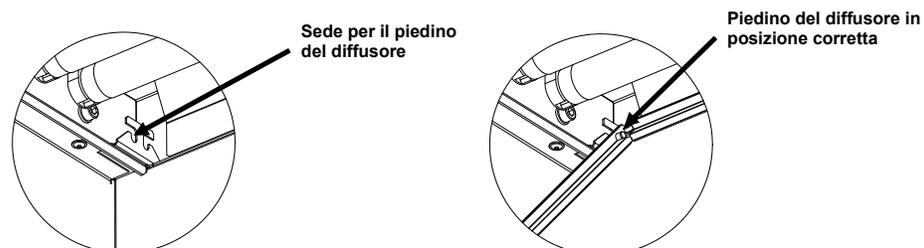

Figura 9. Sede
6. Inserire i piedini del diffusore ad ogni angolo posteriore nelle relative sedi anteriori che si trovano negli angoli posteriori del corpo della plafoniera. Vedere la Figura 9.